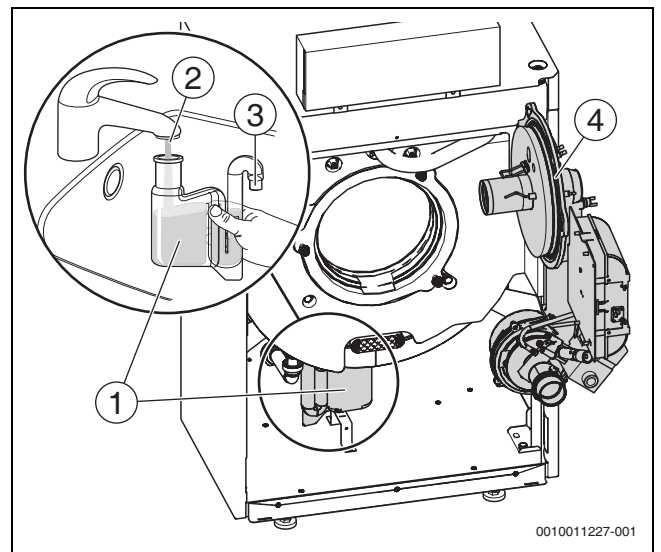

Bild 81 Siphon reinigen
- ▶ Vor Brennermontage den richtigen Sitz des O-Rings (→ Bild 81, Seite 49) überprüfen und ggf. korrigieren.